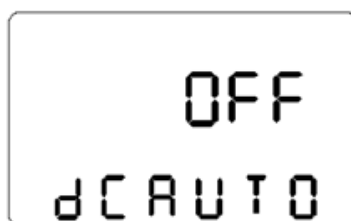

Figura 5.17: Configuração da partida automática CC do Studio
Por padrão esta configuração vem desabilitada (OFF), Figura 5.17. Se o usuário habilitar (ON), o sistema estará em estado de standby após o completo descarregamento do sistema de armazenamento de energia (Baterias e bancos externos). Retornando a operação por baterias automático quando respeitados os itens abaixo: